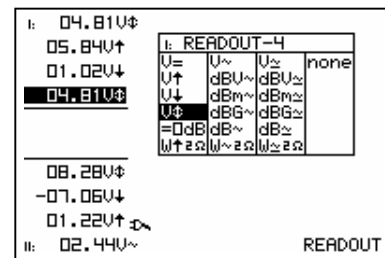

Fig 26
8. Pulse las teclas de flecha para seleccionar la función deseada para medida 4. (fig 26)